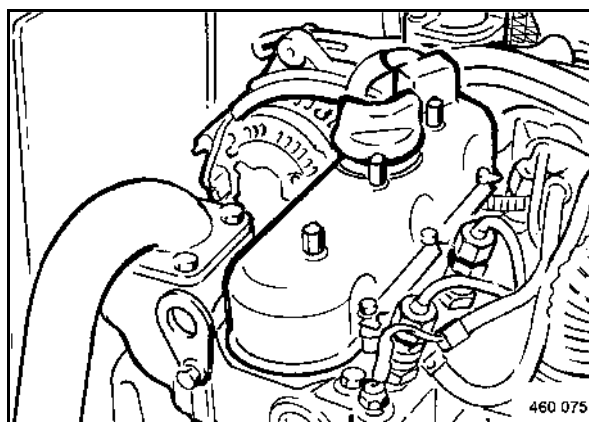

fig. 121
- Déposer le couvercle des soupapes (fig. 121).